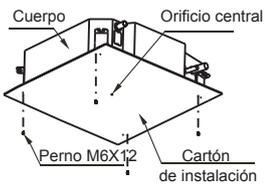

Fig. 5-8
- 2 Una vez instalado el cuerpo, coloque el cartón de instalación en el aire acondicionado con tornillos (M6*12) para ajustar primero las medidas y posiciones de los orificios en el techo. (Véase Fig.5-8)